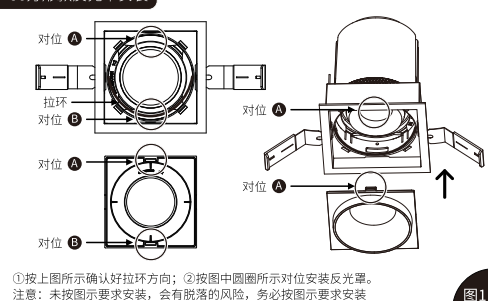

图1
3. 将公插头和驱动器驱动输出线对接, 驱动接入市电线; 向内侧捏住安装弹片, 将灯体装入天花板的安装开孔内, 使灯具面环贴紧天花板如图1所示;